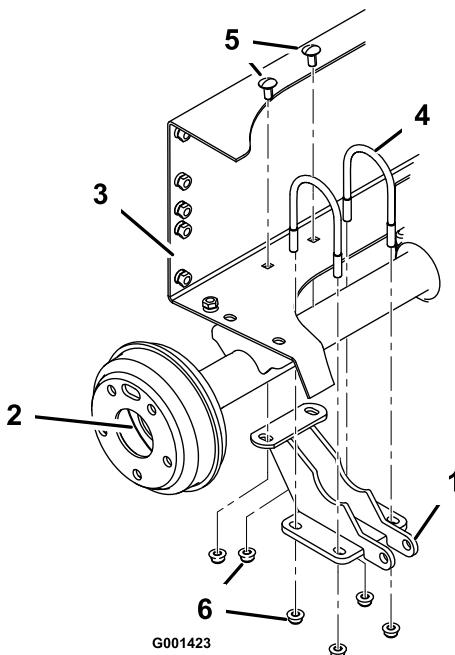

Figura 5
- Monte provisionalmente el soporte del cilindro de elevación en el extremo derecho del eje trasero con 2 pernos en U y 4 tuercas con arandela prensada (3/8 pulgada), alineando los taladros de montaje con los taladros de la bandeja de la batería (Figura 5).
- Sujete el soporte del cilindro de elevación al bastidor trasero con 2 pernos de cuello cuadrado y 2 tuercas con arandela prensada (3/8 pulgada). Apriete uniformemente las 4 tuercas con arandela prensada de los pernos en U hasta que el soporte esté alineado con el eje. Retire las dos tuercas que sujetan la parte trasera del soporte al bastidor trasero (Figura 5).